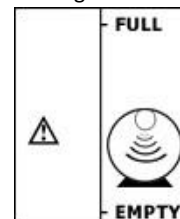

Fig. 8
- a) Le signal radio est absent après 2 heures d'attente (fig 8).